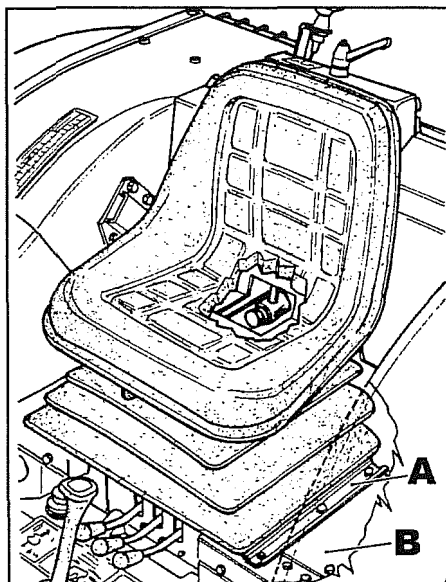

Abb. 1
- 1 Das linke Blech **A** Abb. 1 abtrennen, welches den Schutz des Sitzträgers befestigt.
Das Schutzblech **B** Abb. 1 entfernen.